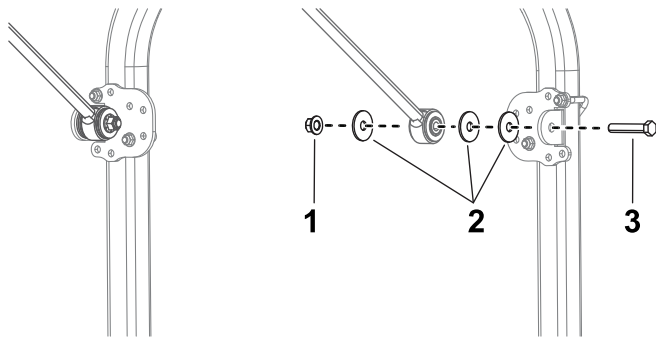

図 13
13. 車両の左右それぞれで、各ブレースに、ブレースブラケットを仮止めするボルト 1/2 x 2 3/4"、大きいワッシャ3枚、フランジナット 1/2"を使用し、図 13 のように取り付ける。